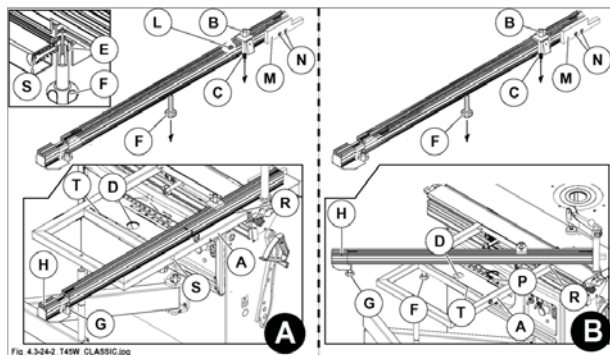

Fig. 4.3-24-2
- 1) Appoggiare la riga telescopica sul piano (A fig. 4.3-24-2) inserendo il fulcro (C fig. 4.3-24-2) nel foro (R fig. 4.3-24-2). Inserire il pomello (F fig. 4.3-24-2) nell'asola (T fig. 4.3-24-2) attraverso il foro (D fig. 4.3-24-2).
- 2) Posizionare la riga telescopica in modo da mandare il perno (C fig. 4.3-24-2) in battuta contro il lardone (L fig. 4.3-24-2).
- 3) Posizionare la riga telescopica in modo da mandare il perno (E fig. 4.3-24-2) in battuta sul dispositivo (S fig. 4.3-24-2).
- 4) Serrare il pomello (F fig. 4.3-24-2).
- 2) Per l'uso posizionare la riga facendo riferimento alla targhetta (P fig. 4.3-24-2). Serrare il pomello (F fig. 4.3-24-2).
La riga è dotata di una estensione estraibile a canocchiale (H fig. 4.3-24-2) la quale, se necessita, si può allungare dopo aver allentato il pomello (G fig. 4.3-24-2). Quando il paraschegge (M fig. 4.3-24-2) si usura, avvicinarlo alla lama sega allentando le due viti (N fig. 4.3-24-2).